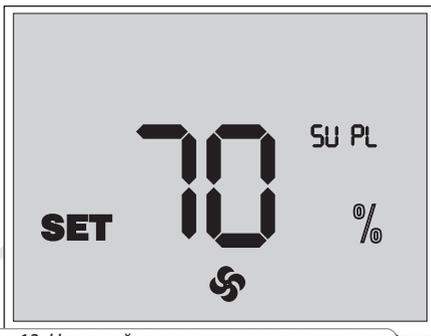

Рис. 13. Настройка скорости вентиляторов
■ Для изменения производительности приточного вентилятора нажмите и удерживайте кнопку  и нажимайте кнопку  для увеличения или кнопку  для уменьшения скорости. Каждое нажатие кнопки  и  увеличивает или уменьшает скорость приточного вентилятора на 1 %. При нажатой кнопке  индикаторы дисплея отображают текущую скорость приточного вентилятора (рис. 13).